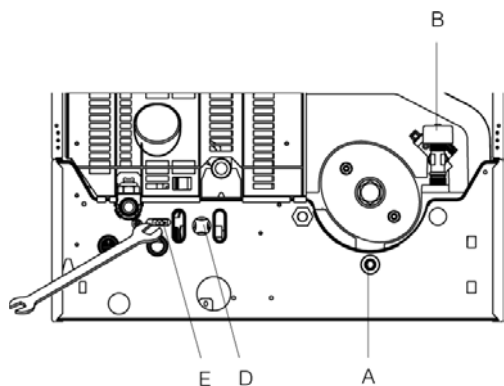

Рис. 3.14
- ослабьте клапан (Е) через отверстие, расположенное в дне котла (рис. 3.14)